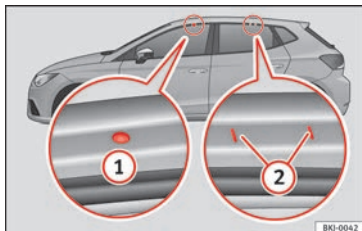

Fig. 172 Puntos de fijación de las barras longitudinales para el portaequipajes del techo.
Los puntos de fijación delanteros y traseros ① y ② sólo pueden verse con las puertas abiertas » **fig. 172.**